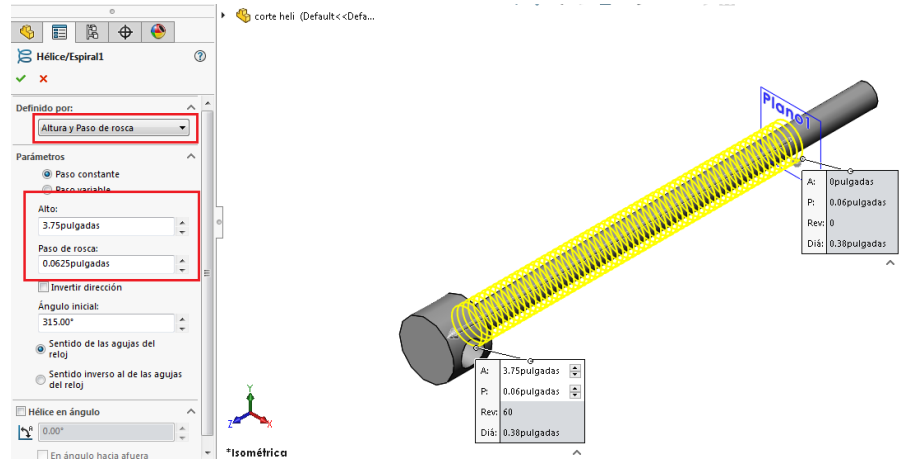

Ilustración 130
Paso 4: Al dar clic aparece la siguiente pantalla en donde se cambia la opción a **Altura y paso de rosca**, en este caso se utilizan la altura de la espiral y el paso de 1/16 de pulgada (ver ilustración 130).